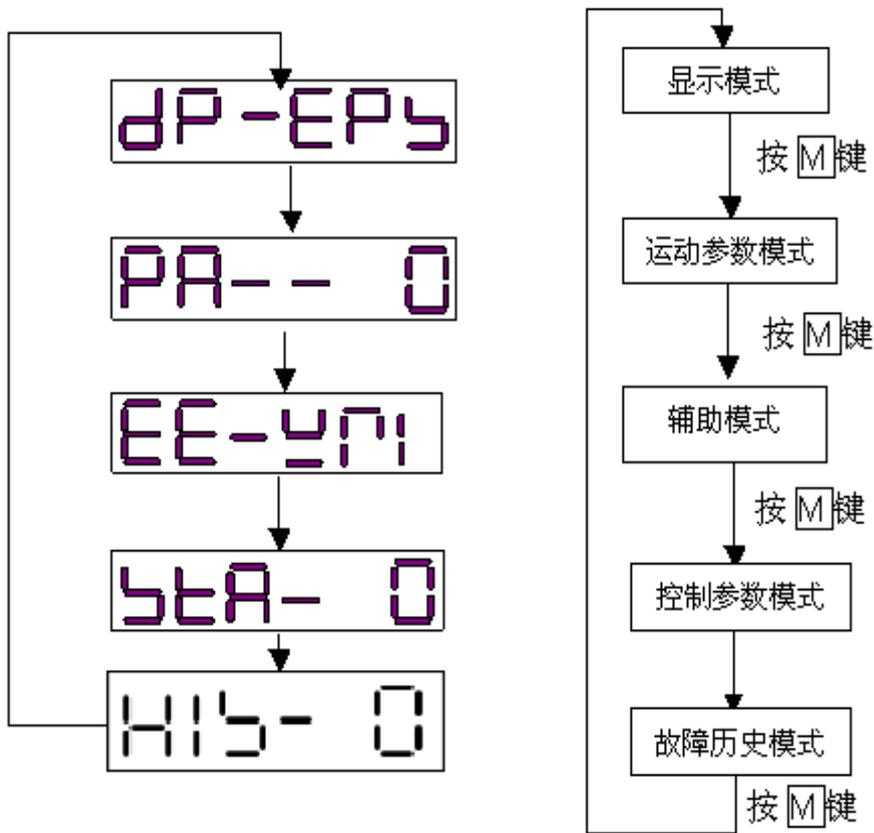

图 3.1 HSV-18S 系列主轴驱动器第一级主菜单
3、操作按多层操作菜单执行，第一级为主菜单，包含五种操作模式：显示模式、运动参数模式、辅助模式、控制参数模式、故障历史模式。如图 3.1 所示第一级主菜单操作框图，及其五种操作模式。